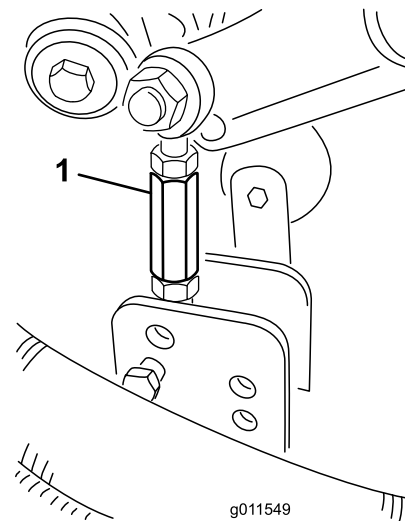

Figura 22
- Retire os contrapinos tipo grampo e os pinos de segurança que fixam os elementos de ligação do amortecedor aos suportes da plataforma do cortador (Figura 22).